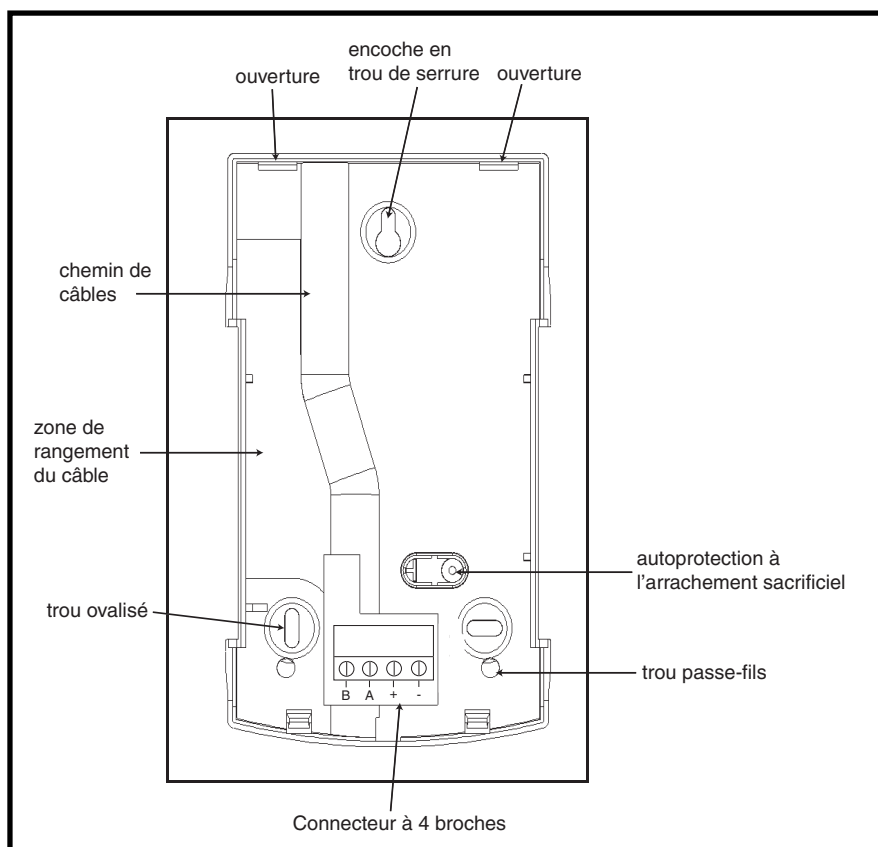

Figure 4-2. Installation de la plaque arrière du clavier Mk7/KeyProx Galaxy
6. Si une autoprotection à l'arrachement sacrificielle est nécessaire, fixez-la au mur à l'aide des vis à tête plate N°6, comme indiqué sur la Figure 4-2. Assurez-vous que cette plaque d'autoprotection est toujours fixée au socle.